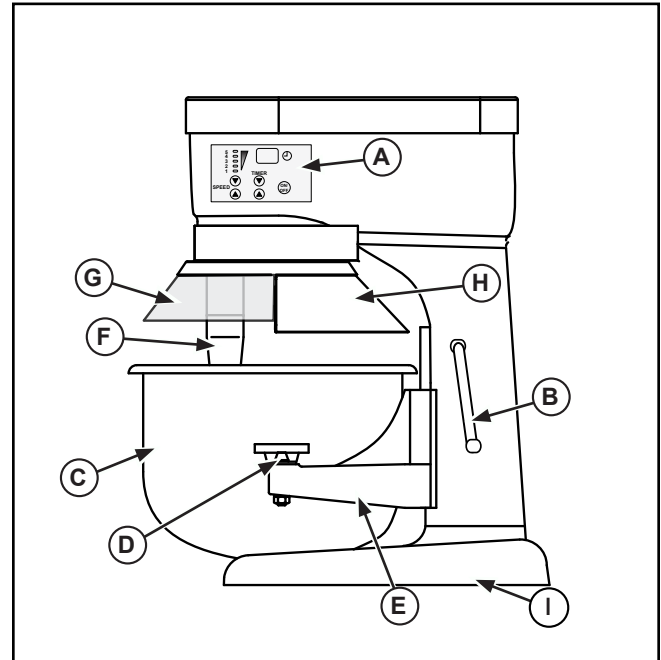

Abbildung 1. 6,6- und 11-l-Mixer – Funktionsmerkmale und Bedienelemente.
2. Vor dem Befestigen der Schüssel das zu verwendende Mischzubehör auswählen. Das ausgewählte Mischzubehör in die leere Schüssel (C) geben. Keinen Versuch unternehmen, das Mischzubehör an der Rührwelle (F) zu befestigen, bevor sich die Schüssel in der vorgesehenen Position befindet. Siehe Abbildung 1, 2, 3 oder 4.
3. Die Schüsselaufnahme durch Drehen der Schüssel-Hebevorrichtung (B) in ihre unterste Position absenken.
4. Die Schüsselsicherungshebel (D) in die ausgezogene bzw. hintere Position drehen.
5. Die Schüssel (C) so halten, dass der Stift auf der Schüssel nach innen zum Mixer zeigt. Die Schüssel so ausrichten, dass der Stift mit dem Stiftschlitz auf der Schüsselaufnahme (E) ausgerichtet ist. Den Stift in den Schlitz schieben.
6. Die Löcher in den Schüsselvorsprüngen mit den Stiften auf der Schüsselaufnahme (E) zur Deckung bringen. Die Schüssel (C) auf die Schüsselaufnahme (E) setzen.
7. Die Schüsselsicherungshebel (D) über die Schüsselvorsprünge nach vorne drehen, um die Schüssel (C) auf der Schüsselaufnahme (E) zu sichern.
8. Das Zubehörprodukt an der Rührwelle (F) befestigen. Die Nut am Zubehörteil mit dem Stift an der Rührwelle zur Deckung bringen. Das Zubehörprodukt nach oben drücken und drehen, um es mit dem Stift zu arretieren.
9. Die Schüssel (C) mit der Schüssel-Hebevorrichtung (B) durch Drehen nach links auf ihre maximale Höhe anheben, bis sie einrastet.
1. Die Schüssel-Schutzblende (G) schließen. Siehe Abbildung 1. Die Schutzblende muss geschlossen sein, damit der Mixer eingeschaltet werden kann. Wenn die Schutzblende offen oder nicht richtig geschlossen ist, lässt sich der Mixer nicht in Betrieb nehmen.